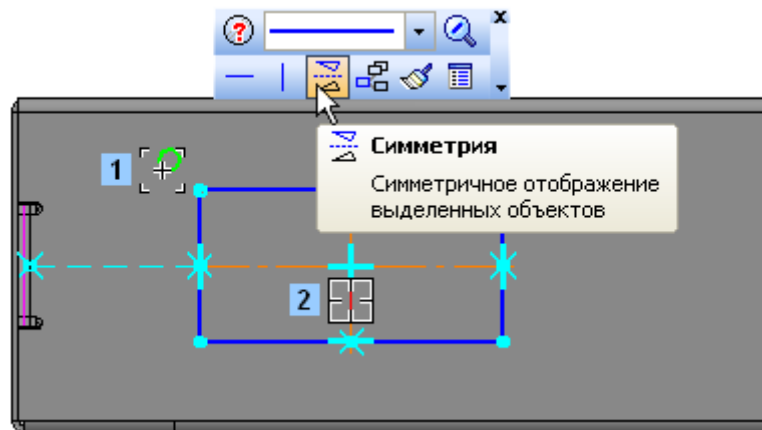

Рисунок 53.
- Укажите вертикальную осевую линию прямоугольника (курсор 2) (рис. 53).